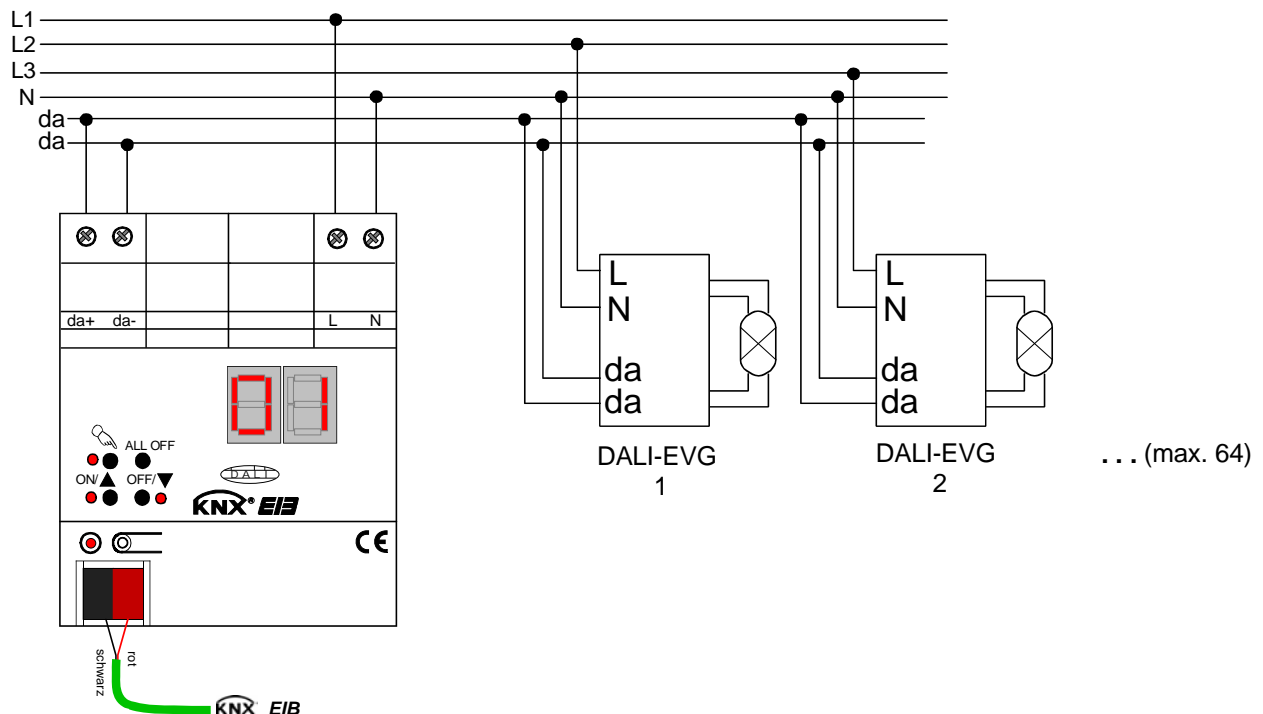

Fig. 1: Elektrischer Anschluss der Netzspannungsversorgung und der DALI-Schnittstelle
- Der Anschluss der Netzspannungsversorgung und des DALI-Systems ist gemäss Fig. 1 vorzunehmen (Anschlussbeispiel).